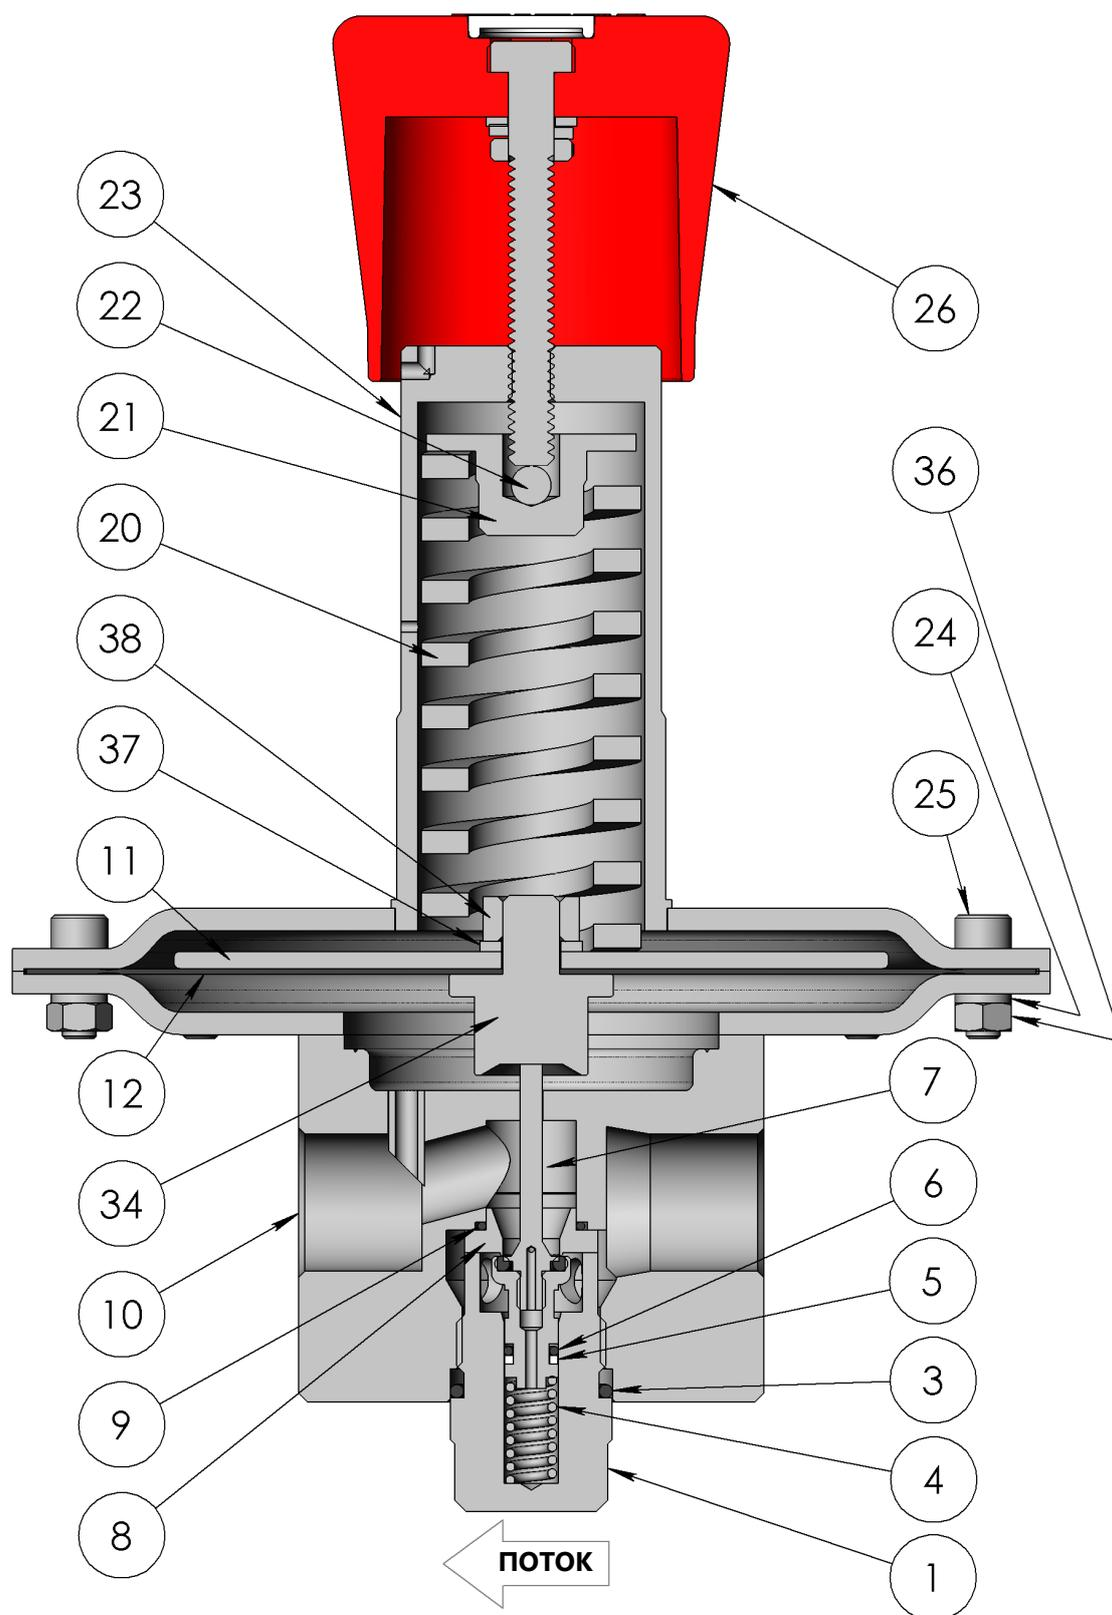

Рис. 9
2. Установите мембрану (12) на пластину мембраны (11), а затем вставьте винт мембраны (34) в пластину, как показано на Рис. 9. Смажьте тонким слоем резьбу винта мембраны (34).
3. Закрепите узел в сборе с помощью гайки мембраны (38) и шайбы (37). Затяните с моментом 7 фунт-сил (10 Н·м).
4. Установите мембрану в сборе в корпус (10) сверху золотника (7). Совместите отверстия в мембране (12) с отверстиями в корпусе (10).
6. Смажьте тонким слоем винты с головкой под ключ (25). Наденьте корпус пружины (23) на пружину (20) и закрепите его с помощью винтов с головкой под ключ (25), шайб (24) и гаек с головкой под ключ (36). Затяните с моментом 11 фунт-сил (15 Н·м).